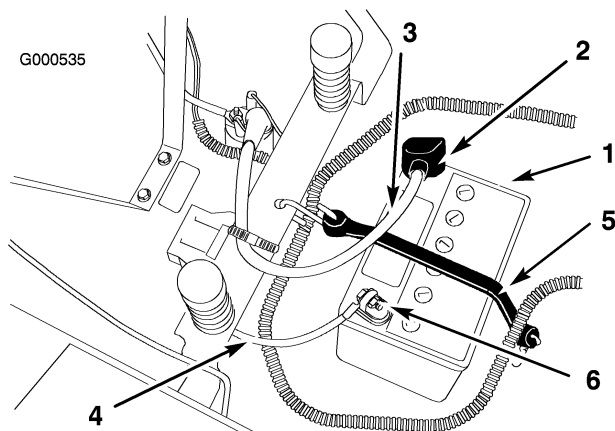

Bild 32
4. Klemmen Sie das Minuskabel (schwarz) vom Batteriepol ab (Bild 32).
- Schieben Sie die Gummiabdeckung am Pluskabel (rot) nach oben. Klemmen Sie das Pluskabel (Rot) vom Batteriepol ab (Bild 32).
- Nehmen Sie die Batterieklemme ab (Bild 32) und heben Sie die Batterie aus dem Ständer heraus.
1. Stellen Sie die Batterie in ihren Ständer, wobei die Pole vom Armaturenbrett weg weisen müssen (Bild 32).
4. Befestigen Sie die Kabel mit zwei Schrauben (1/4 x 3/4 Zoll), Scheiben (1/4 Zoll) und Muttern (1/4 Zoll) (Bild 32).
6. Befestigen Sie die Batterie mit der Befestigung (Bild 32).